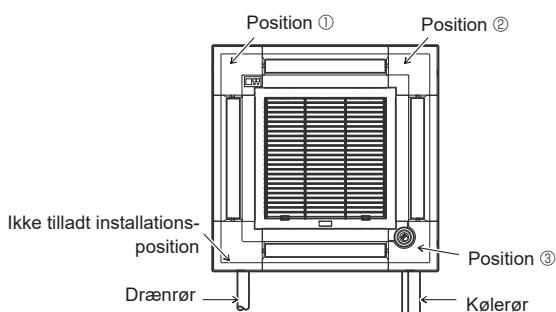

Fig. 9-11
Installer signalmodtagerhjørnepanelet på panelet, og fastgør med skruen. Signalmodtagerhjørnepanelet kan ikke installeres på drænrørssiden af hovedenheden. (Se Fig. 9-11)
- i-see sensor-hjørnepanelet skal fastgøres til gitteret ① med skruen ③.
- Hvis placeringen af i-see-sensoren er ændret fra standardposition (position ③) til den anden position, skal funktionsindstillingerne ændres. (se side 12 og Fig. 9-11)
- i-see sensor-hjørnepanelet kan ikke installeres på drænrørssiden af hovedenheden. (Se Fig. 9-11)